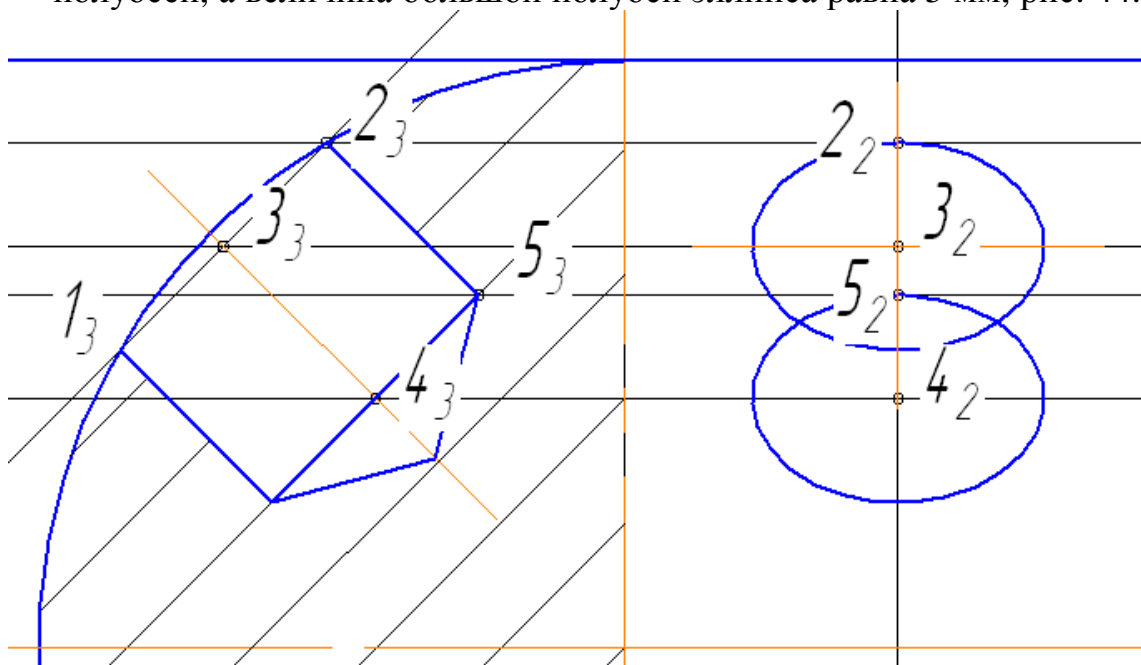

Рис. 44
- Для построения проекций отверстий на главном виде проведите вспомогательную прямую через точки 1 – 2. Центры двух эллипсов будут в точках 3 и 4. Точки 2 и 5 определяют величину малых полуосей, а величина большой полуоси эллипса равна 5 мм, рис. 44.